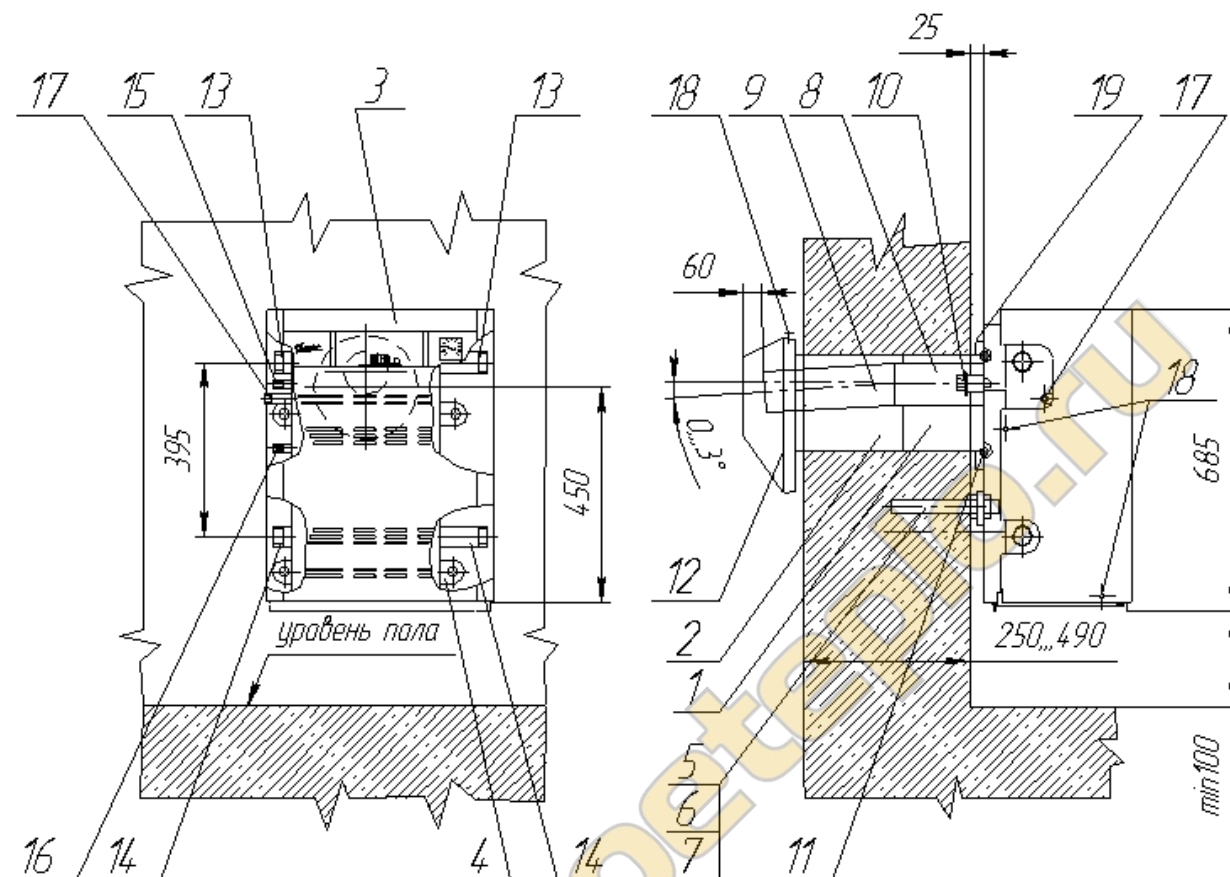

Рисунок 5.
Рисунок 5а.
Снять декоративный кожух, выкрутив винты-18 (Рис.5) крепления кожуха с теплообменником. После всех подсоединений котла кожух установить в обратной последовательности.
При необходимости подключения газа к котлу с другой стороны необходимо высверлить заклепки - 1 (Рис.5а), повернуть переднюю стенку - 2 на 180° и скрепить с боковыми стенками. Вынуть термобаллон - 3 газового клапана из гильзы, открутить трубки - 4 и 5 и термопару - 6, отсоединить колена поз. 7. Открутив винты - 8 снять клапан, повернуть его на другую сторону и прикрутить. Собрать все в обратной последовательности.
6.3.1. Во внешней стене дома пробить горизонтальный круглый канал диаметром не меньше 240мм (для котлов 7 и 10 кВт) и 270мм (для котлов 12,5 и 15,5 кВт), положение которого должно отвечать положению внешнего кольца котла-20 (Рис.5), для подсоединения патрубка воздухопровода, при этом расстояние от пола к котлу должно быть не меньше 100мм. С целью обеспечения возможности обслуживания газохода в процессе эксплуатации котла, рекомендуется расположить канал под окном или в непосредственной близости от него. При этом необходимо учесть, что для обеспечения установления и снятия котла, а также для снятия и установления газогорелочного устройства вокруг котла должно быть свободное место (не должно быть никаких строительных элементов или стационарно установленного оборудования): от стены сбоку подсоединительных патрубков на расстоянии не менее 300мм, а перед котлом на расстоянии не менее 1000 мм.
При помощи телескопической трубы 9 (Рис.5) отрегулировать зазор с защитой дымохода 12 таким образом, чтобы пламя на основной и запальной горелке горело ровно без отрыва от горелок.